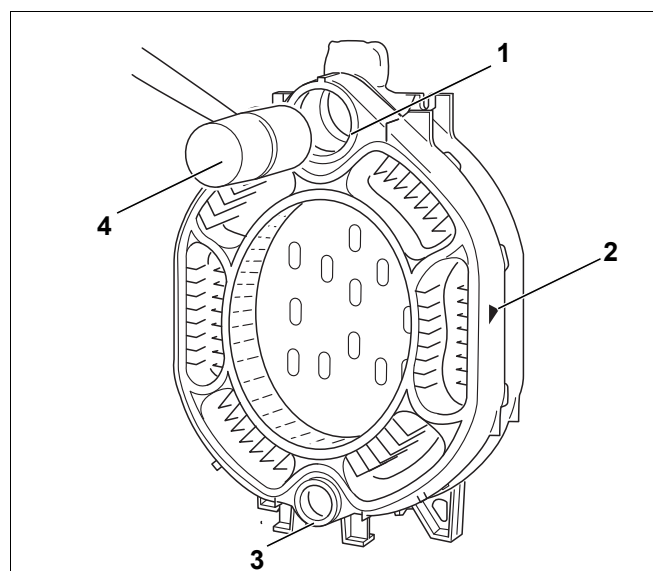

Рис. 13 Забивание средней секции
- ▶ Наденьте верхнюю и нижнюю ступицы (рис. 13, [1] и [3]) средней секции на ниппели задней секции, при этом стрелка, указывающая направление монтажа (рис. 13, [2]), должна быть обращена назад.
- ▶ Деревянным или резиновым молотком (рис. 13, [4]) забейте первую среднюю секцию на ниппели задней секции.